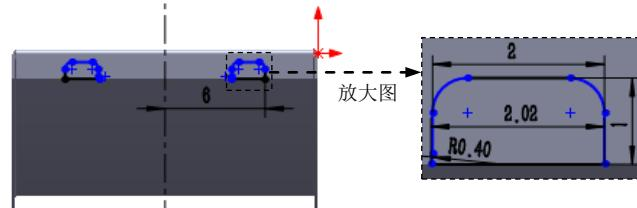

图 14.2.26 横断面草图
② 定义横断面草图。在草图环境中绘制图 14.2.26 所示的横断面草图。